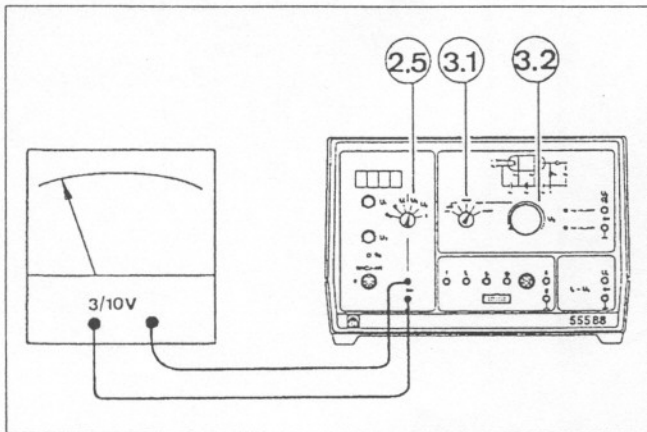

Fig. 5.1
- Réalisation de l'expérience sans oscilloscope (fig. 5.1/2, fig. 6): Positionner le sélecteur du mode de fonctionnement (3.1) sur MAN.: La tension d'accélération U_2 peut être réglée par le potentiomètre (3.2).
- Experimentos sin el osciloscopio (Fig. 5.1, 5.2 y 6): Colocar al conmutador del modo de operación (3.1) en MAN.: la tensión aceleradora U_2 puede ser variada mediante el potenciómetro (3.2).